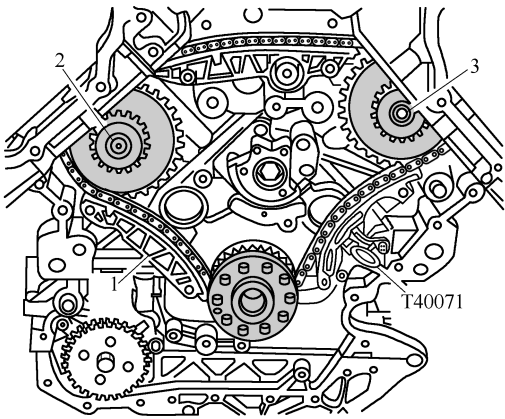

图 1-3-28 拆下链轮、驱动链和滑轨
(1) 拆卸变速器。
(2) 拆卸离合器压板。
(3) 拆卸双质飞轮。
(4) 排放发动机润滑油。
(5) 拆卸左右正时链的盖板。
(6) 拆卸正时链下部盖板。
(7) 从凸轮轴上拆下凸轮轴正时链。
(8) 拆卸油泵和平衡轴链条。
(9) 如图 1-3-28 所示,按压驱动链张紧器的滑轨并从链条张紧器上拉出定位销 T40071。用颜色笔在凸轮轴正时链的转动方向做好标记,旋出螺栓 2 和 3 并取下链轮、驱动链和滑轨 1。
(1) 如图 1-3-28 所示,先安装左凸轮轴正时链轮 2,安装滑轨 1 及已放入的驱动链。
(2) 再安装右凸轮轴正时链轮 3,按压驱动链条张紧器的滑轨并将定位销 T40071 从链条张紧器中拔出。
(3) 依次安装油泵、平衡轴链条、凸轮轴正时链、正时链下部盖板、正时链左右盖板、双质飞轮、离合器压板和变速器,再添加发动机润滑油并检查机油油位。